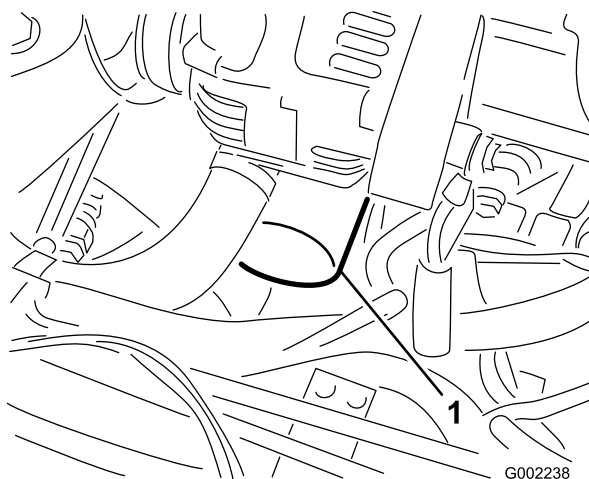

Figura 42
7. Retire el filtro de aceite usado (Figura 42).
10. Instale el filtro de aceite nuevo en el adaptador del filtro. Gire el filtro en el sentido de las agujas del reloj hasta que la junta de goma entre en contacto con el adaptador del filtro, luego apriete el filtro 1/2 de vuelta más (Figura 42).